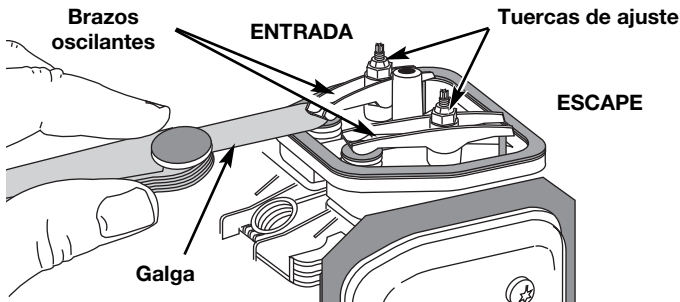

Fig. 34
9. Deslice la galga entre el brazo oscilante y el resorte de retorno de la válvula. Mida el huelgo entre el vástago de la válvula y el brazo oscilante (Fig. 34). Realice esto en las válvulas de entrada y de escape.